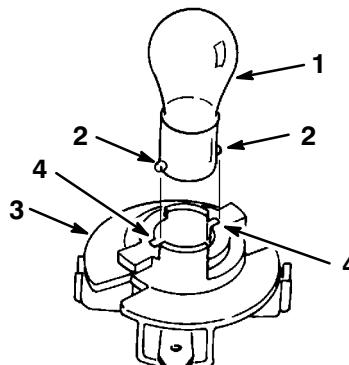

Abbildung 22
4. Die Birne hereindrücken, im Gegenuhrzeigersinn bis zum Anschlag drehen (ca. 1/4 Umdrehung) und aus der Fassung herausnehmen (Abb. 22).
1. Die Birne hat Metallstifte an der Seite ihrer Basis. Die Stifte auf die Schlitzte in der Birnenfassung ausrichten und die Birnenbasis in die Fassung stecken (Abb. 22). Die Birne herein drücken und im Uhrzeigersinn bis zum Anschlag drehen.